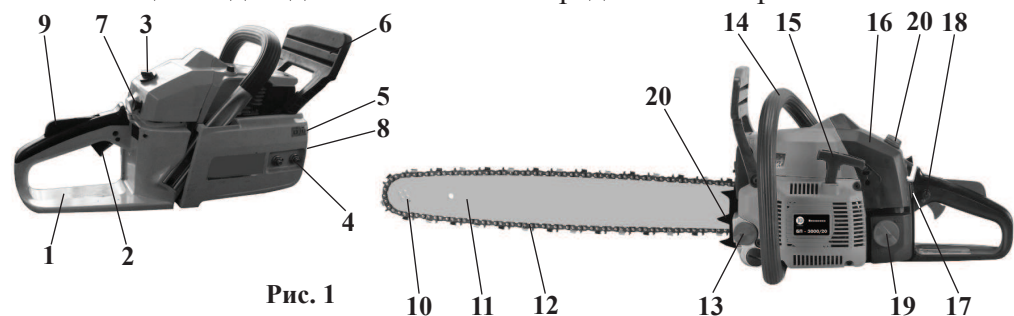

Рис. 1
3.1 Общий вид модели БП - 3000/20 представлен на рис. 1:
- Снимите крышку воздушного фильтра, открутив винт 3 (Рис. 1).